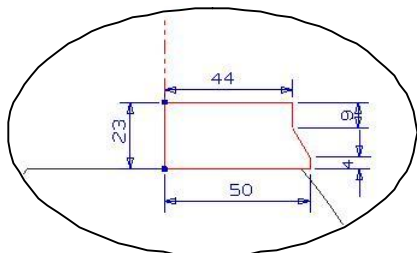

图4-7
5. 在【成形特征】工具条中单击【草图】按钮，弹出【基准平面】悬浮工具条，然后依次单击【ZC-XC】和【确定】按钮进入二维草图界面，绘制图 4-7 所示的草图轮廓。